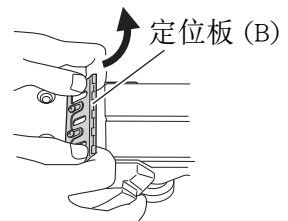

图 16
- (2) 如图 16 所示，拆下化刃之后，按箭头所示方向滑动定位板 (B) 并将其拆下。
- (3) 松开固定炭化刃，定位板 (A) 和定位板 (B) 的 2 颗螺钉。
- (2) 如图 16 所示, 按箭头方向滑动刀刃并将其卸下。